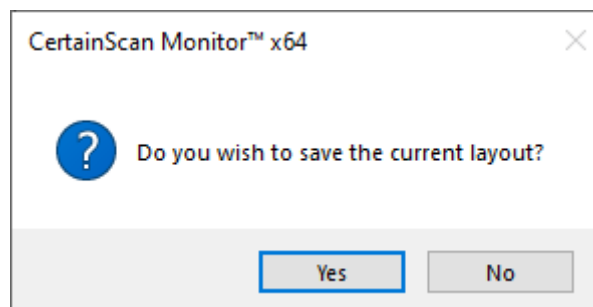

Abbildung 2-36: Eingabeaufforderung zum Speichern des Layouts
2. Oder klicken Sie beim Schließen oder Abmelden von Monitor auf **Ja**, wenn Sie zur Speicherung der Änderungen aufgefordert werden (Abbildung 2-36).